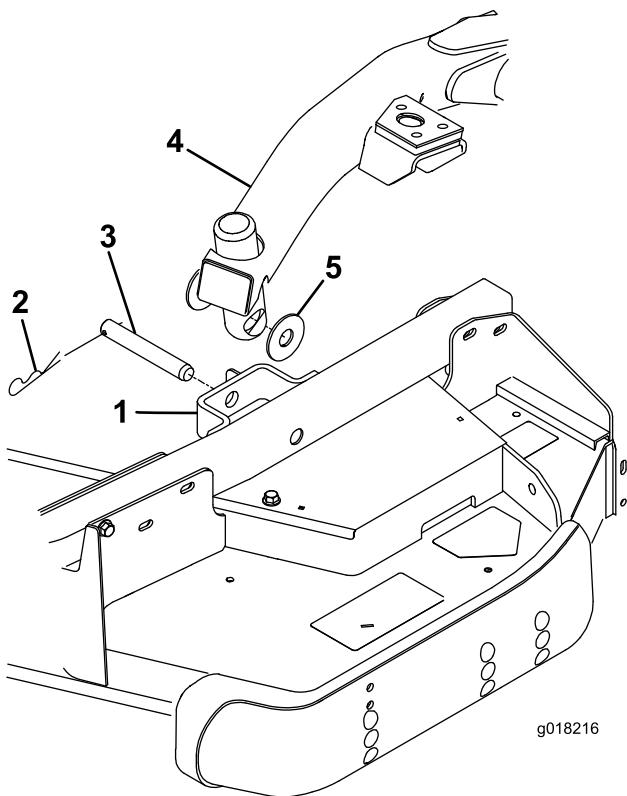

図5
1. カッティングユニットの各キャスターアームのブラケットから、スラストワッシャ2枚、クレビスピン1本、ヘアピンコッター1本を取り図5。
3. 昇降スイッチを前位置フロート位置にセットする。昇降レバーを押し下げて、昇降アームの穴とキャスターアーム・ブラケットの穴とを整列させる図5。
昇降アームとキャスターアームブラケットの間にスラストワッシャを入れ図5、コッターピンを、キャスターアームタブのスロットに差し込んで固定する。